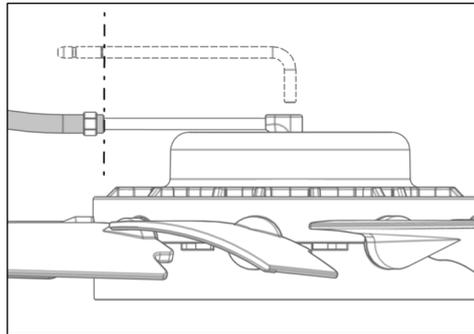

Abb. 18
- 9) Druckschlauch über das Lufteinlassrohr bis zur Markierung (25 mm / 0.984") schieben (Abb. 18).